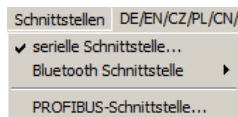

Abb. 1: Menü Schnittstellen
4. Gegebenenfalls noch die korrekte Schnittstelle einstellen, siehe Abb. 1 und 2 (siehe auch Kapitel 5.5).